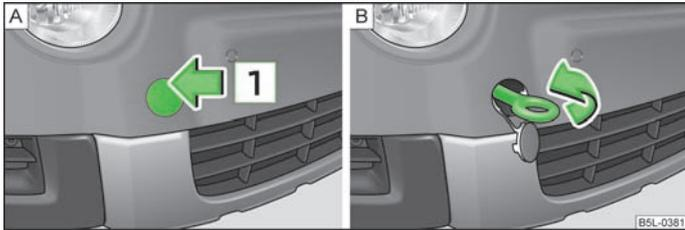

Abb. 165 Vorderer Stoßfänger: Ausbau der Abdeckkappe / Einbau der Abschleppöse
- Auf die obere Hälfte der Abdeckkappe in Pfeilrichtung drücken » Abb. 165 - .
- Die Abschleppöse nach links bis zum Anschlag einschrauben » Abb. 165 - und diese so fest wie möglich anziehen. Für das Festziehen empfehlen wir, z. B. den Radschlüssel, die Abschleppöse eines anderen Fahrzeugs oder einen ähnlichen Gegenstand zu verwenden, der durch die Öse gesteckt werden kann.